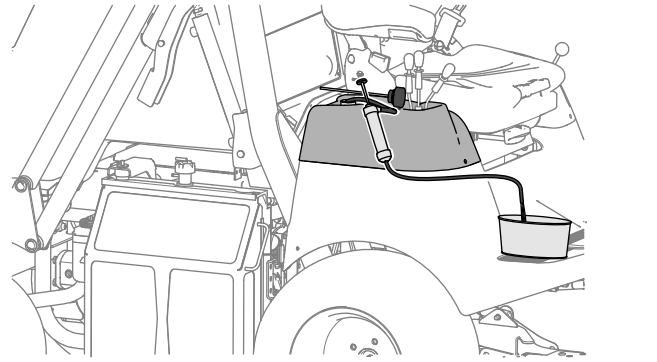

Figure 101
4. Utilisez une pompe à siphonner pour vider le réservoir de liquide hydraulique (Figure 101).